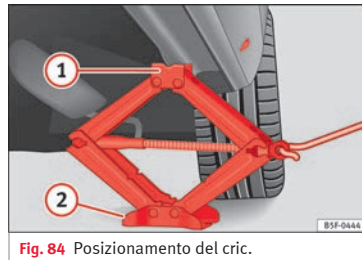

Fig. 84 Posizionamento del cric.
• Ruotare la manovella del cric*, posto sotto il punto di appoggio del longerone, per alzarlo finché la linguetta ① » fig. 84 non avrà raggiunto l'alloggiamento previsto.
• Allineare il cric* in modo tale che la linguetta ① "si agganci" nell'apposito alloggiamento del longerone e la piastra di base mobile ② resti appoggiata al suolo. La piastra di base ② deve cadere sul lato verticale rispetto al punto di appoggio ①.